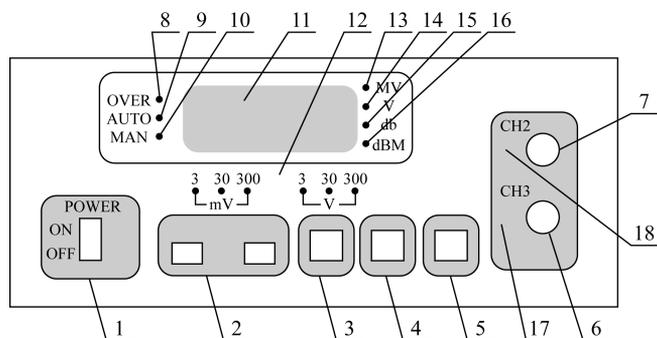

图 2-5 TVT-332D 数字毫伏表操作面板
2. 仪表面板控制键布局如图 2-5 所示，各按键功能说明如下：